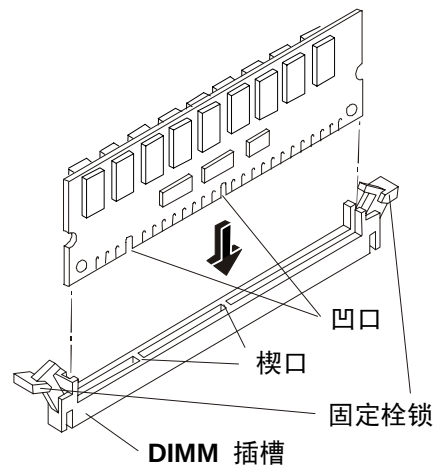

图 4-3. 将 DIMM 与插槽对齐
9. 将插槽上的两个固定栓锁向外展开。请参见图 4-3。
10. 将 DIMM 上的凹口与插槽上的楔口对齐。请参见图 4-3。